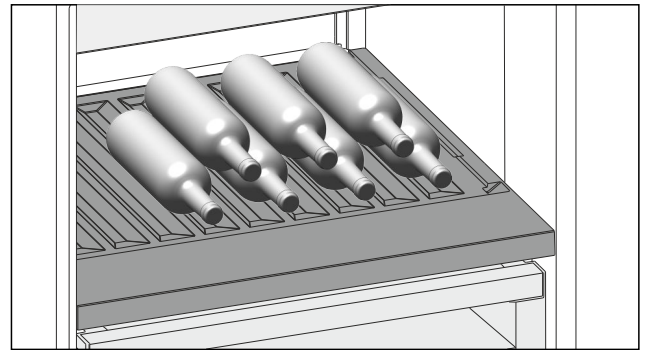

Fig. 158
- ▶ Flaschen mit dem Boden nach hinten zur Rückwand einlegen. (siehe Fig. 158)